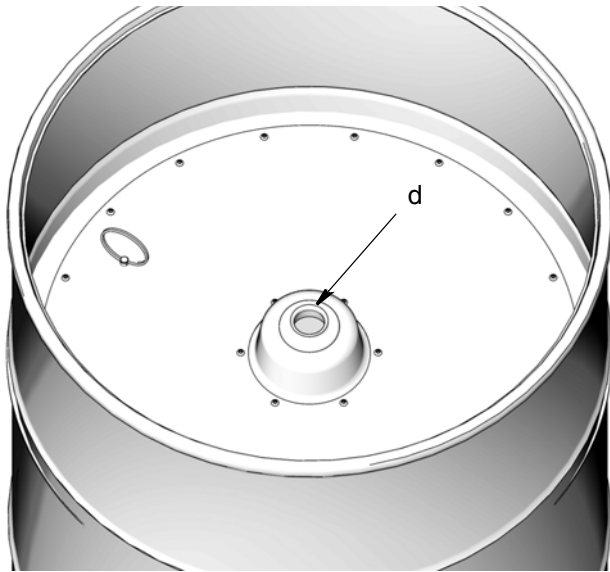

ABB. 8
- Die Folgeplatte oben auf das frische Fett setzen (ABB. 8). Die Luft durch Drücken auf die Folgeplatte herausstreichen bis der Fettstand bündig mit der Öffnung in der Mitte der Folgeplatte (d) ist.